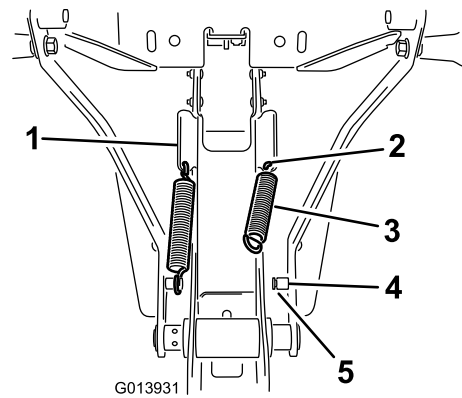

Figure 19
1. Accrochez le ressort dans le trou inférieur de la patte inclinée sur le côté du cadre (Figure 19).
2. Accrochez un côté du ressort dans le trou et l'autre côté sur l'ergot (Figure 19).
3. Veillez à engager correctement l'extrémité du ressort dans la rainure de l'ergot (Figure 19).